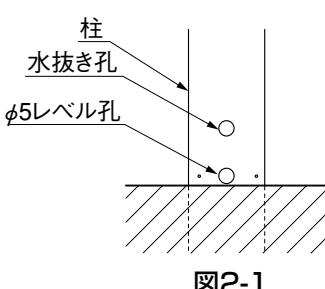

図2-1
- 各柱のレベル孔は水平にそろえて取付けてください。水平にそろっていないとフェンスの連結ができない場合があります。（図2-1参照）